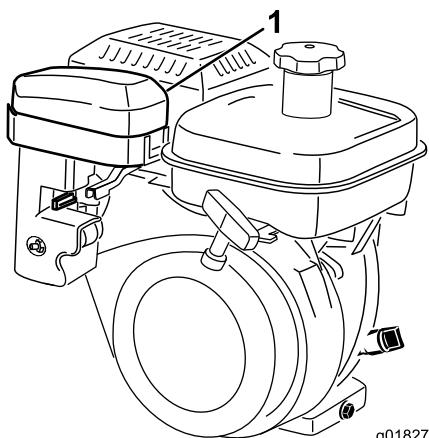
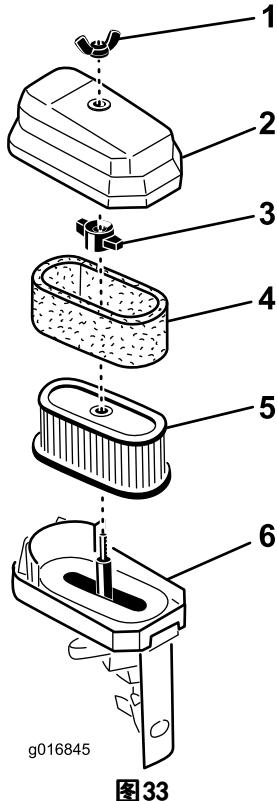

图32
图33
2. 拧掉将空气滤清器盖固定到空气滤清器上的蝶型螺帽，然后取下滤清器盖。彻底清洁滤清器盖 (图32 和 图33)。
3. 如果泡沫滤芯变脏, 请将其从纸质滤芯中取出(图33)。彻底清洁泡沫滤芯。